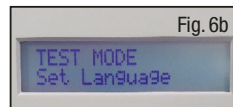

Fig. 6b
- Druk nu eenmaal op het pijltje OMHOOG en de voedingseenheid toont "TESTMODUS Taal instellen" (Fig. 6b).